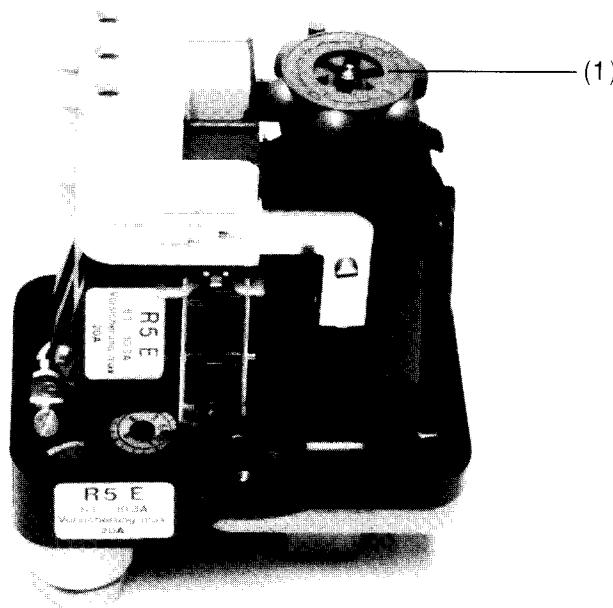

Bild 6 Tryckvakt med motorskydd
Vakten omfattar motorstartaren och för det mesta också överlastskyddet, bild 6.
7. För kontroll av säkerhetsventilens, nr 8, funktion och täthet manöverera ventilens handutlösning-anordning (se bild 6). När denna kontroll är slutförd öppna åter ventilens utlösninganordning och evakuera så mycket luft att tryckvakten slår till och startar kompressorn. Detta skall ske vid lägst 1,95MPa (19,5bar).